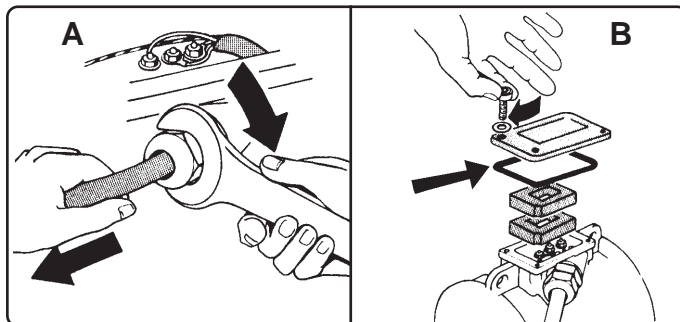

Fig. 18
- Eseguire i collegamenti secondo gli schemi riportati e serrare a fondo il pressacavo (Fig. 18 - A).
- Interporre il tassello pressafili assicurandosi che premi totalmente i conduttori e montare il coperchio facendo attenzione a non danneggiare la guarnizione (Fig. 18 - B).
- Make the connections according to the relative diagrams and fully tighten the cable grip (Fig. 18 - A).
- Insert the foam rubber block, checking that it completely presses down the conductors. Mount the cover, taking care to prevent damage to the seal (Fig. 18 - B).
- Effectuer les raccordements suivant les schémas reportés et serrer le raccord à fond (Fig. 18 - A).
- Interposer le raccord presse-étoupe en s'assurant qu'il est bien en place et monter le couvercle en **faisant attention** à ne pas endommager le joint (Fig. 18 - B).
- Die Anschlüsse entsprechend der vorstehenden Anschlußpläne vornehmen und dann die Kabelverschraubung fest zuschrauben (Fig. 18 - A).
- Den Kabelpreßblock auflegen und sicherstellen, daß er die Leiter sicher blockiert. Dann den Deckel festschrauben und **achtgeben**, daß dabei die Dichtung nicht beschädigt wird (Fig. 18 - B).
- Efectuar las conexiones siguiendo los esquemas expuestos y apretar a fondo el prensacable (Fig. 18 - A).
- Intercalar el pasador prensa-cables controlando que fije correctamente los conductores. Montar la tapa **prestando atención** a no dañar la junta (Fig. 18 - B).